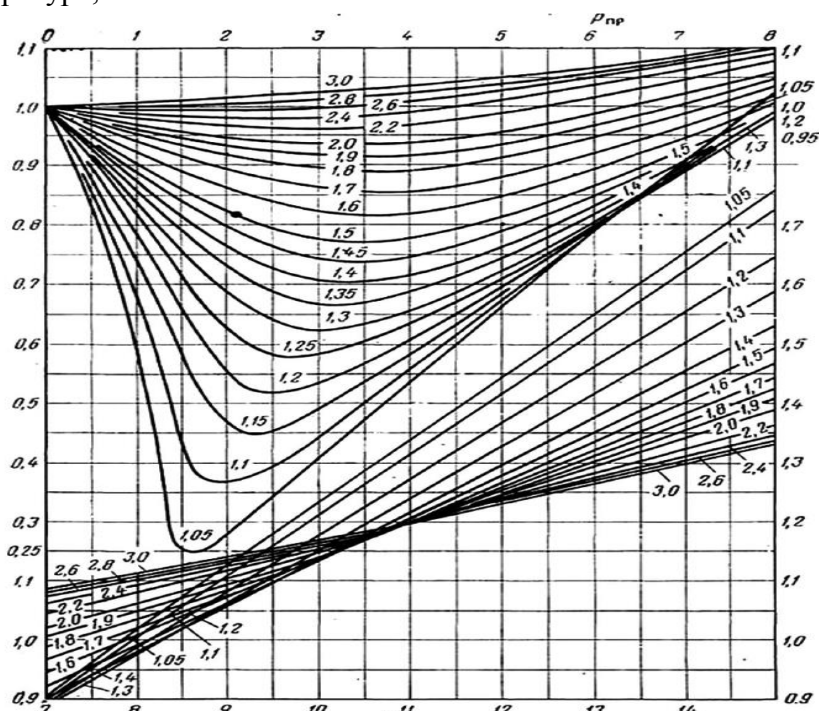

Рисунок 1.1 – Зависимость коэффициента сверхсжимаемости для природного газа от приведённого давления и температуры
Далее, используя график зависимости коэффициента сверхсжимаемости газа от приведённых давления и температуры (рис. 1.1), определяем значение параметра  $z(p, T)$ .
5. Для полученных значений  $p_{\text{пр.у.}}$ ,  $T_{\text{пр}}$  определяют приведённые параметры (формулы 1.5 и 1.6) и по графику определяют коэффициент сверхсжимаемости  $z$  (рисунок 1.1).
9. По полученному значению  $p_{\text{пр.ср.ор.}}$  и  $T_{\text{ср}}$  определяют новое значение коэффициента сверхсжимаемости  $z$  (рассчитывают приведённые параметры по формулам 1.5–1.6 и по графику (рисунок 1.1) определяют коэффициент сверхсжимаемости  $z$ ).